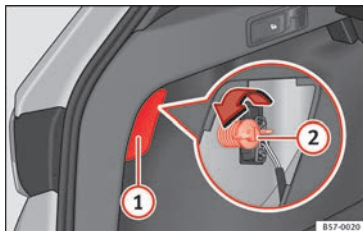

Fig. 110 Bagagliaio: accesso alla vite di fissaggio del fanale di coda.
3. Estrarre il coperchio facendo leva sulla rientranza con l'estremità piatta di un cacciavite » fig. 110 ①.
5. Svitare con la mano, o tramite un cacciavite, la vite di fissaggio del fanale » fig. 110 ②.